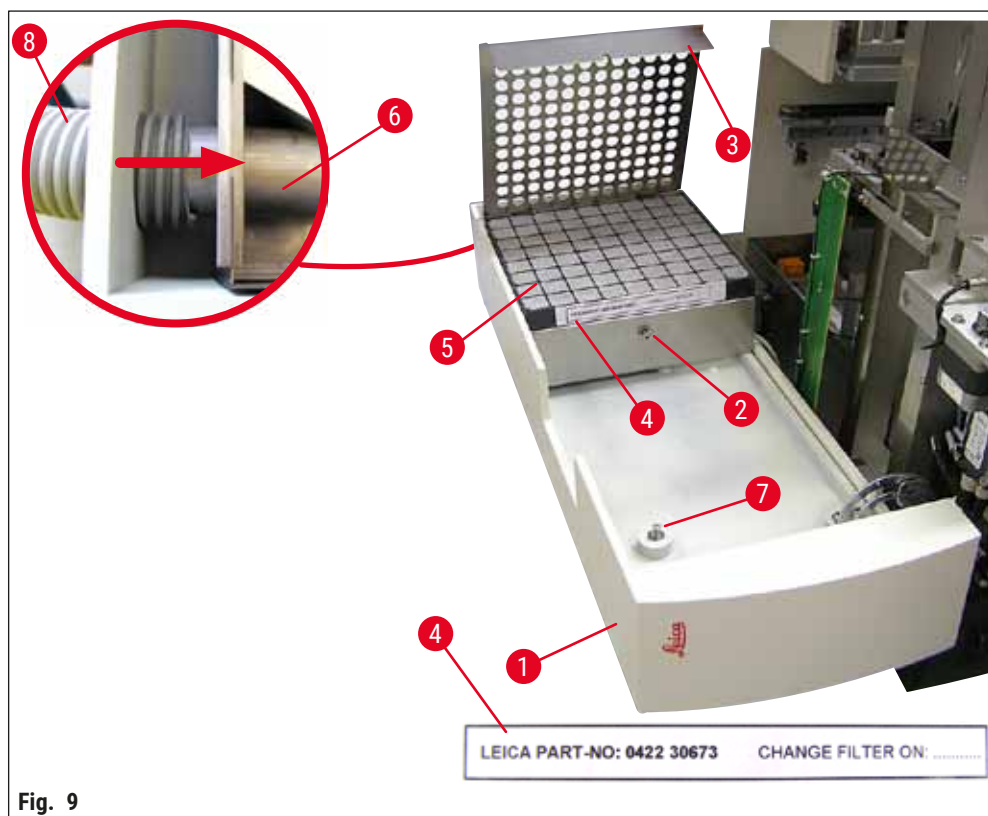

Fig. 9
(→ Fig. 9): Montering av avtrekksslangen (→ Fig. 9-8). Filterdekselet (→ Fig. 9-3) og filter (→ Fig. 9-5) er fjernet for å vise forbindelsesstykket (→ Fig. 9-6).
2. Åpne vedlikeholdsluken (→ Fig. 15-1) som beskrevet i (→ S. 26 – 4.6 Installere dispensergruppen) (→ Fig. 9).